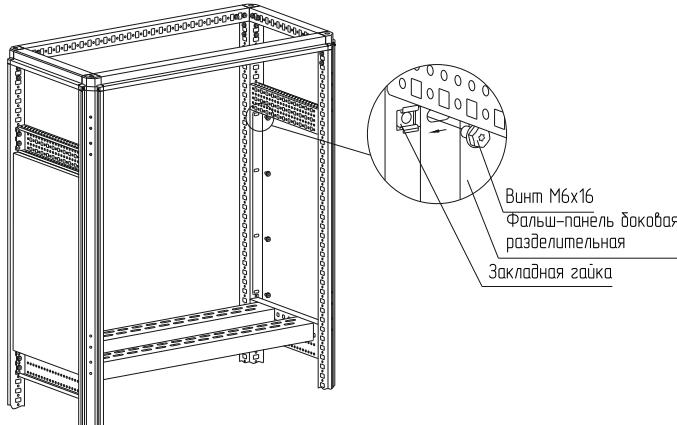

Рисунок 43
– вариант 2. Набором «закладная гайка M6 – винт M6×16 – шайба 6.4». Для этого предварительно установите закладные гайки в квадратные отверстия вертикальных дополнительных стоек и закрепите фальш-панель боковую разделительную винтами M6×16 с шайбами 6.4 (рисунок 43). Момент затяжки – 7 Н·м. Набор крепежа приобретается отдельно.